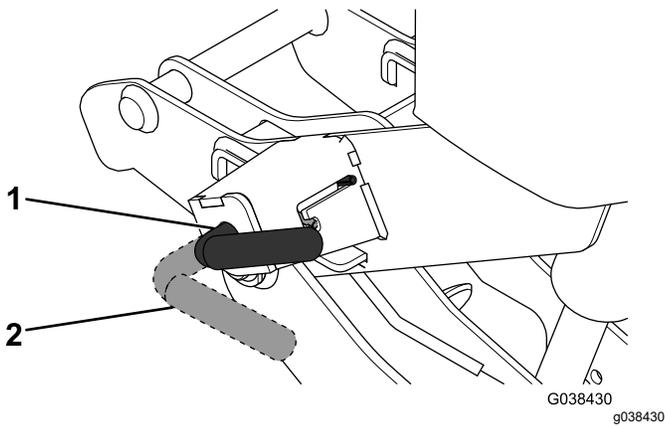

Figure 14
4. Tournez les leviers sur les dispositifs d'accouplements à la position ACCOUPLEMENT (Figure 14).
8. Vérifiez que les deux goupilles à ressort sont complètement engagées dans l'attelage (Figure 14).